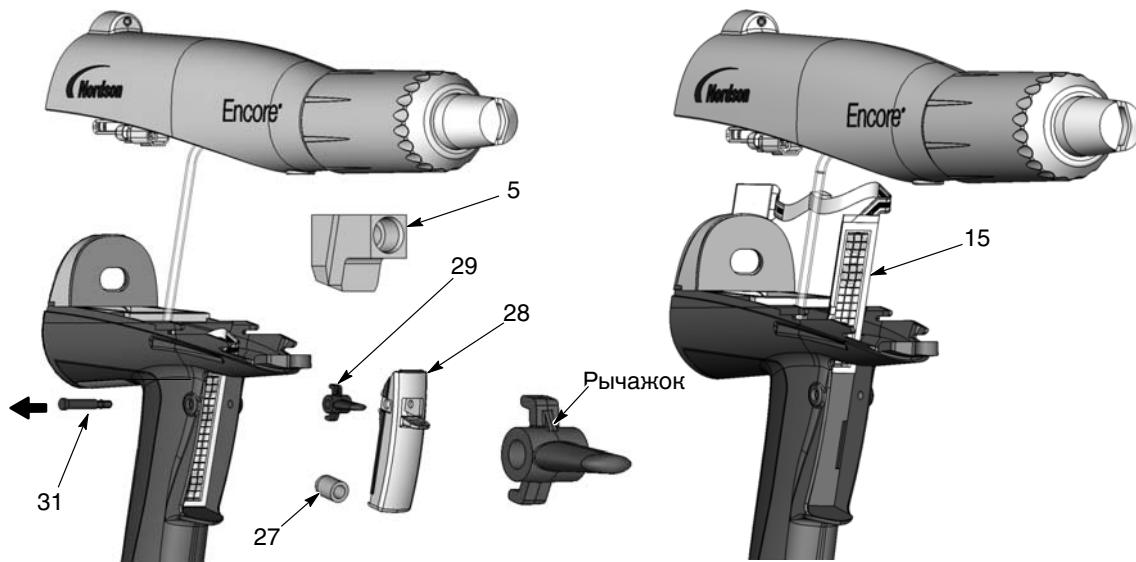

Рис. 6-8 Замена выключателя спусковой клавиши
3. См. рис. 6-8. Снять колено (5) с выпускной трубки.
4. При помощи миниатюрного бородка с плоским концом или другого инструмента вытолкнуть из рукоятки ось (31) со стороны ее меньшего диаметра.
5. Снять с рукоятки спусковое устройство (28) распылителя, приводной элемент (27) и клавишу продувки (29).
6. При помощи инструмента поддеть и стянуть выключатель спусковой клавиши (15) с рукоятки, затем потянуть его вверх и вынуть из рукоятки.
1. См. рис. 6-8. Повернуть новый выключатель (15) сеткой в сторону передней части распылителя, затем аккуратно завести нижнюю, квадратную часть выключателя через вырез в рукоятке.
4. Вставить клавишу продувки (29) в спусковое устройство (28) распылителя рычажком вверх, как показано на рисунке. **Быть внимательным, чтобы не установить клавишу продувки верхней стороной вниз.**
5. Отрегулировать положение клавиш в рукоятке и зафиксировать их на месте, вставив сквозь рукоятку и клавиши ось (31) до положения, в котором ее головка установится вровень с рукояткой. Установленная правильно ось защелкивается на месте.